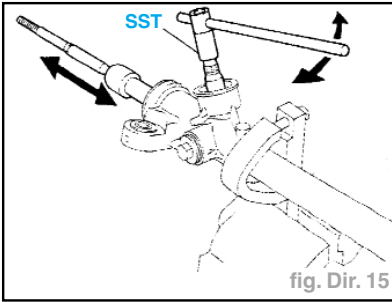

fig. Dir. 15
- A l'aide du SST, faire tourner l'arbre du pignon vers la droite et vers la gauche 1 ou 2 fois (SST réf. 09612-24014) (fig. Dir. 15).
- A l'aide du SST, faire tourner l'arbre du distributeur hydraulique vers la droite et vers la gauche 1 ou 2 fois (SST réf. 09616-00010) (fig. Dir. 15).